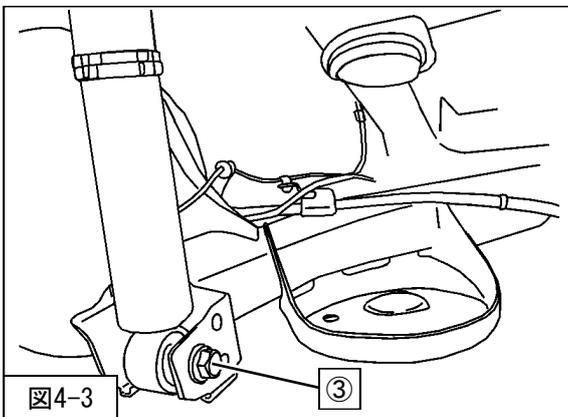

図4-3
③リアショックアブソーバASSYロア取付ナットを仮締めしてください。（図4-3）